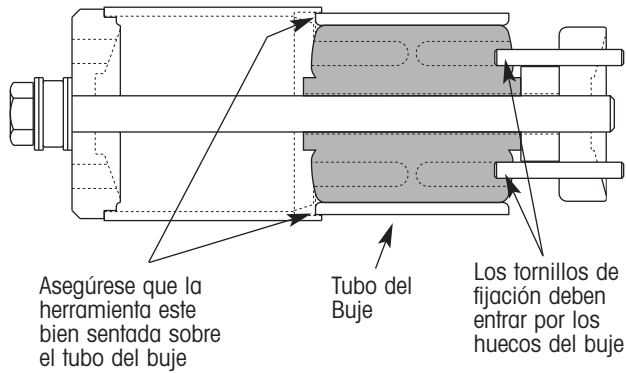

Figura 18. La herramienta debe asentar en el tubo del buje
13. Atornille la placa trasera (la parte plana primero) en el tornillo hexagonal. Si está utilizando la herramienta de buje estándar, los 2 tornillos opresores deben de entrar por los huecos del buje (áreas abiertas) para prevenir que la placa trasera de empuje gire (figura 18).
14. Apriete a mano el tornillo hexagonal hasta que ajuste. Asegúrese que la herramienta descansa bien en el tubo del buje (figura 18).